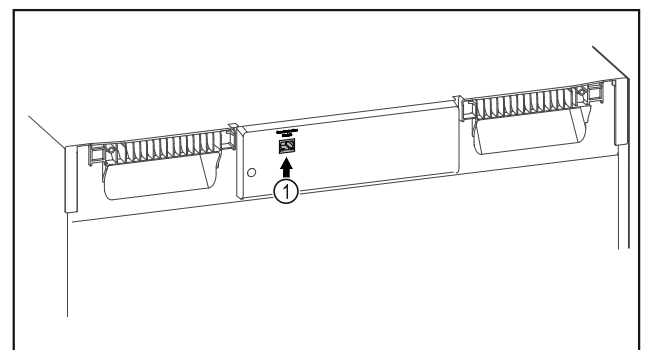

Fig. 102
- ❑ Założono SmartModule Fig. 102 (1).